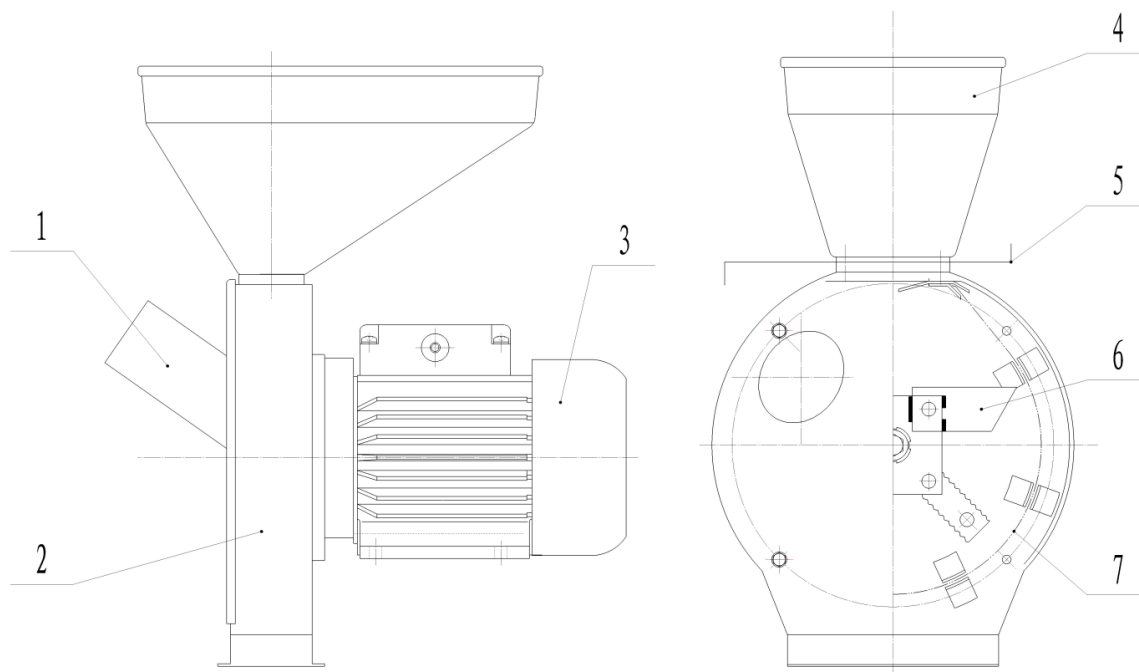

Рис.2
2. Модель “Дон” КБЭ-180К (рисунок 2)